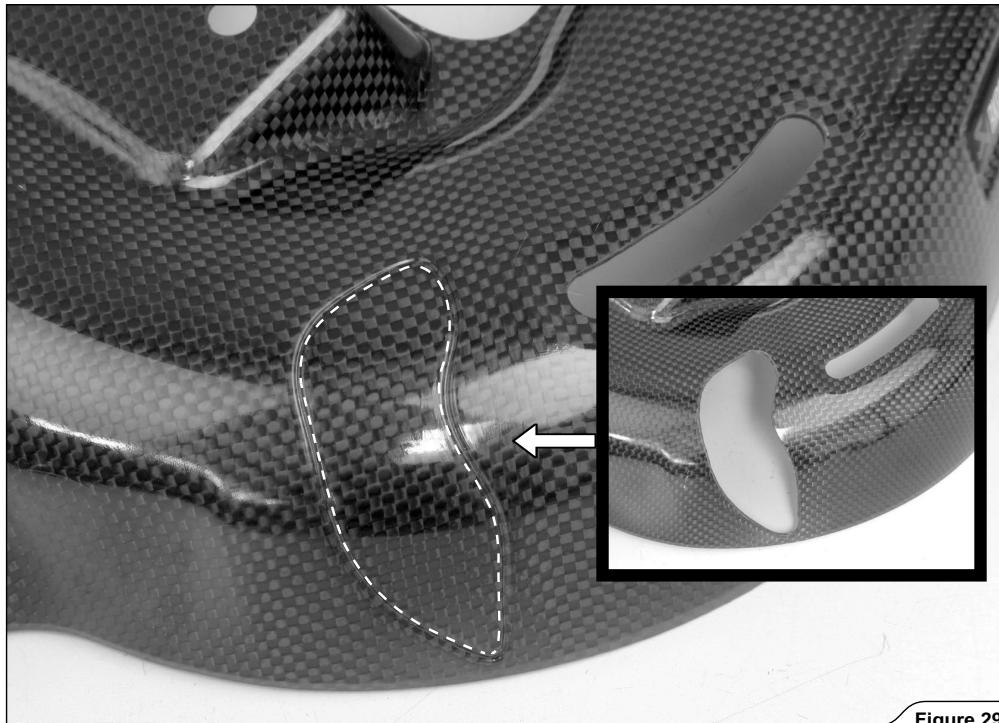

Figure 29
4. パッセンジャーフットペグを使用するタイプのみ: カーボンファイバー製ヒートガードの成形部分を、注意して図のように切り取り、研磨します (図 29)。